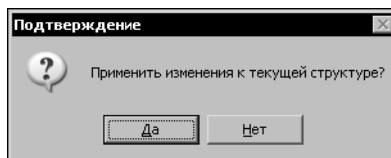

Рис. 17.14. Запрос на выполнение операции импорта
3. Приложение проведет сравнение выбранных моделей (структур) и перед началом импорта выведет запрос на подтверждение операции (рис. 17.14). Нажмите кнопку **Да** для запуска операции импорта.